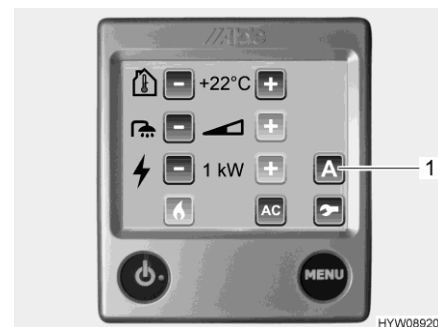

Bild 177 Einstellmenü (Zusatzgebläse)
Gesteuert wird das Zusatzgebläse über die Bedieneinheit (Bild 177) der Warmwasser-Heizung.
- Schaltfläche "A" (Bild 177,1) drücken. Die Funktionen werden angezeigt.